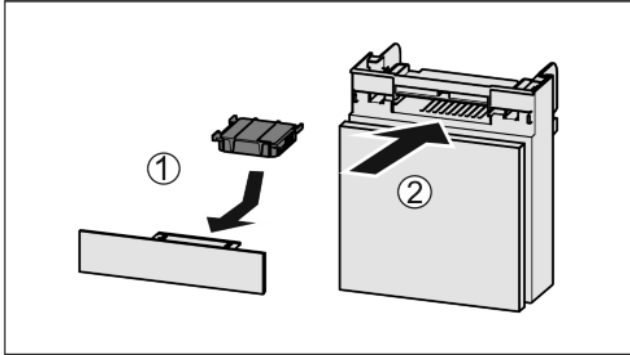

Fig. 42
- ▶ Introduceți Fig. 42 (1) filtrul de cărbune activ după cum se vede în figură.
- ▶ Împingeți Fig. 42 (2) compartimentul în interior.